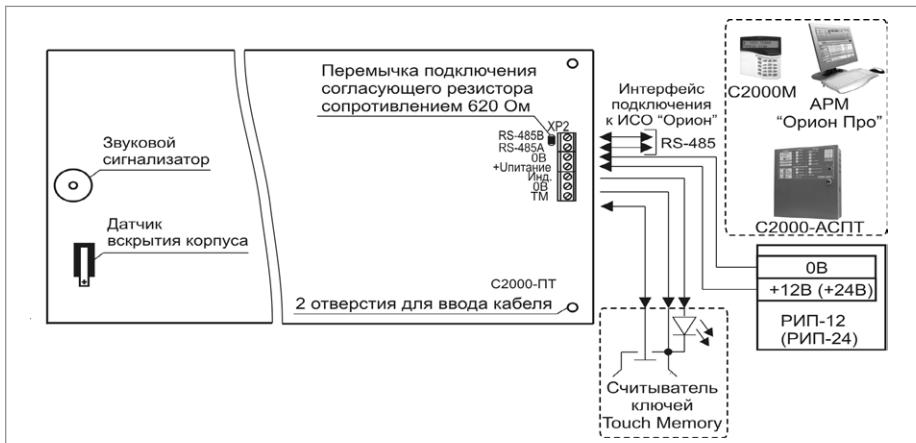

Рисунок 4.
- Подключение соединительных линий выполняйте в соответствии с проектной документацией и схемой на рис.4.